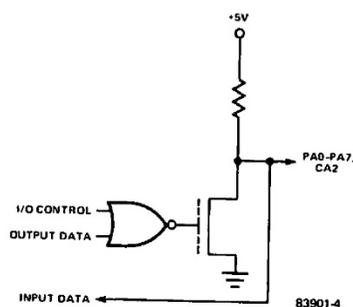

Bild 4. Das Schaltbild für eine Port-A-Leitung.
2. Das Bitmuster auf den Port-Leitungen wird auf eine Flanke auf der CA1-Leitung in einem internen Latch abgespeichert. Der Prozessor liest in dieser Betriebsart nicht direkt das Bitmuster auf den Port-Leitungen, sondern den Ausgang des Latches. Welche von beiden Modes angewählt ist, läßt sich über das periphere Control-Register programmieren (PCR). Doch später mehr darüber. Das Schaltbild der Port-A-Leitungen und der Handshake-Leitung CA2 zeigt Bild 4. Aus diesem Bild ist ersichtlich, daß die Leitungen von Port A über einen Widerstand (ca. $7\text{ k}\Omega$) nach 5 Volt gezogen werden.